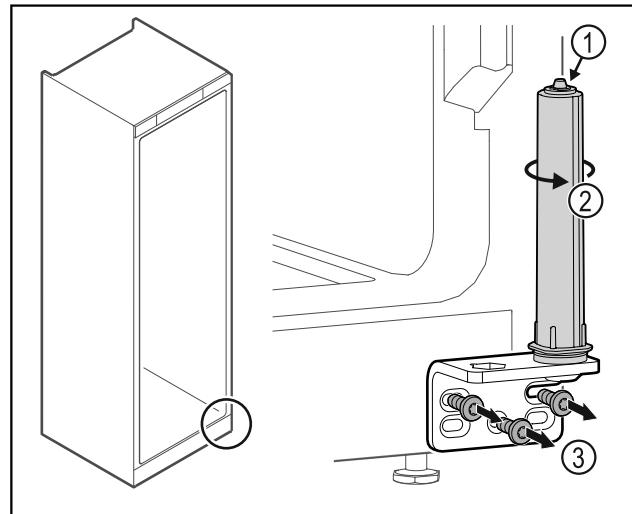

Fig. 46
- ▶ 请勿拆解关门系统 Fig. 46 (1)。
- ▶ 转动关门系统 Fig. 46 (2), 直至听到咔嚓声。
- ▶ 拧下合页角铁 Fig. 46 (3)。